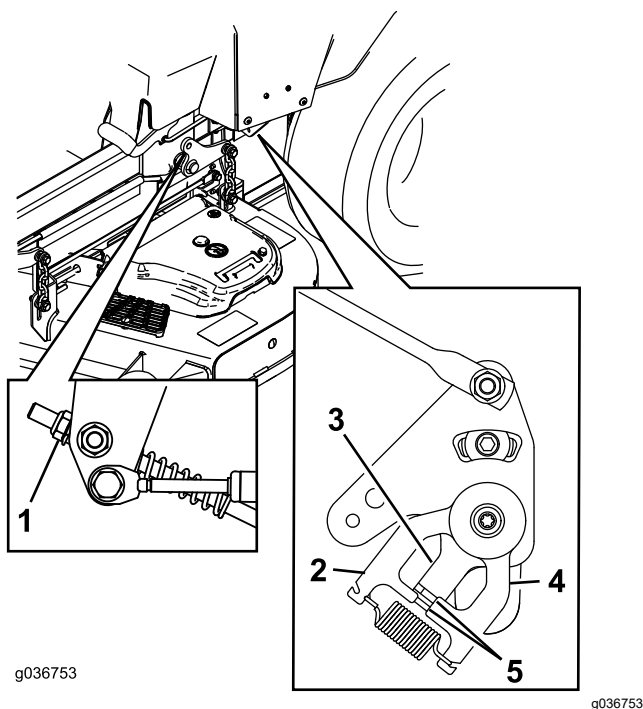

Figura 86
11. Ajuste la longitud de las varillas de control de las bombas girando la tuerca en el sentido apropiado, hasta que las ruedas se muevan ligeramente en marcha atrás (Figura 85 y Figura 86).